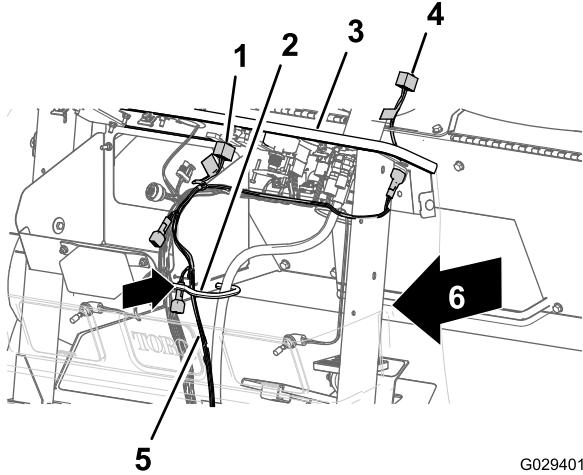

Bild 14
3. Verlegen Sie den Armaturenbrettzweig (240 cm) des Kabelbaums durch die Scheibe an der Öffnung im vorderen Schott und innen am Kabel und Schlauchhaken (Bild 14).